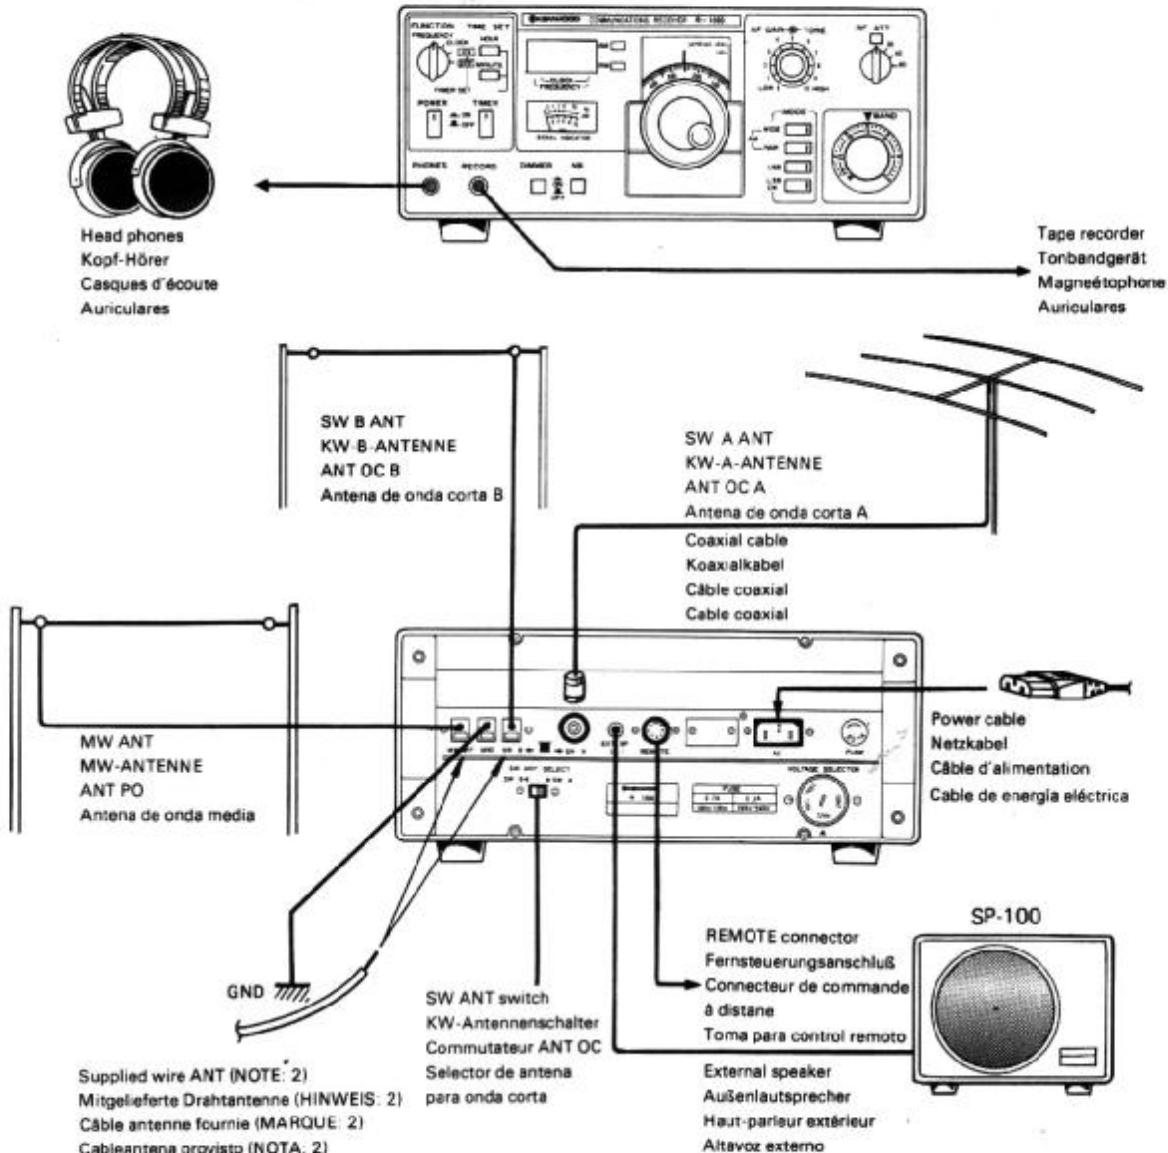

Fig. 1-8
1. Fig. 1-8 shows an example of R-1000 interconnection. A suitable antenna should be selected (see pages 1 and 3).
1. Abb. 1-8 zeigt ein Beispiel der Zwi schenverkabelung am R-1000.
1. La Fig. 1-8 donne un exemple de l'interconnexion du R-1000. En ce qui concerne le système d'antenne, une antenne appropriée devrait être choisie en se référant aux pages 1, 3.
1. La Fig. 1-8 ilustra un ejemplo de las distintas conexiones del R-1000.